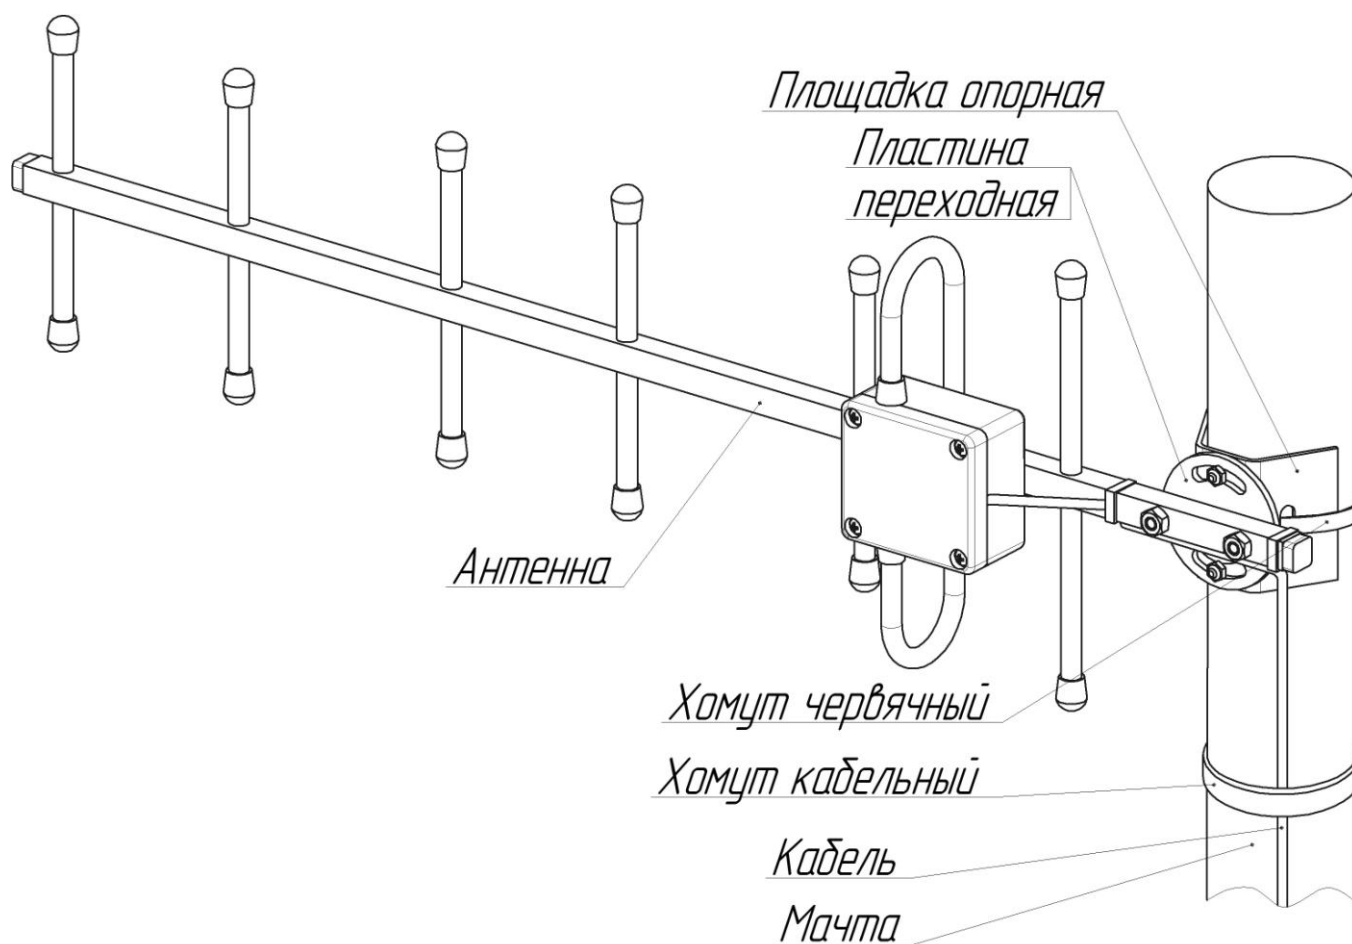

Рисунок 1 – Установка комплекта АВ-868 на мачте
5.1 Установка комплекта на мачте (Рисунок 1).
5.8 Закрепить кабель антенны с помощью хомутов. (Рисунок 1).